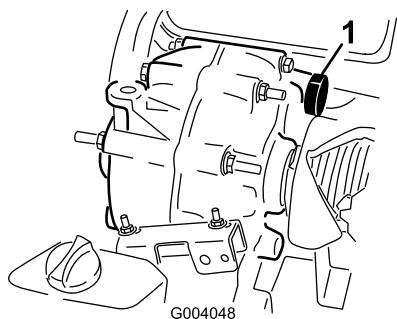

Bild 58
7. Füllen Sie den Behälter (Bild 58) über das Füllschraubenloch mit ca. 1,4 l Öl der angegebenen Ölsorte oder bis der Ölstand im